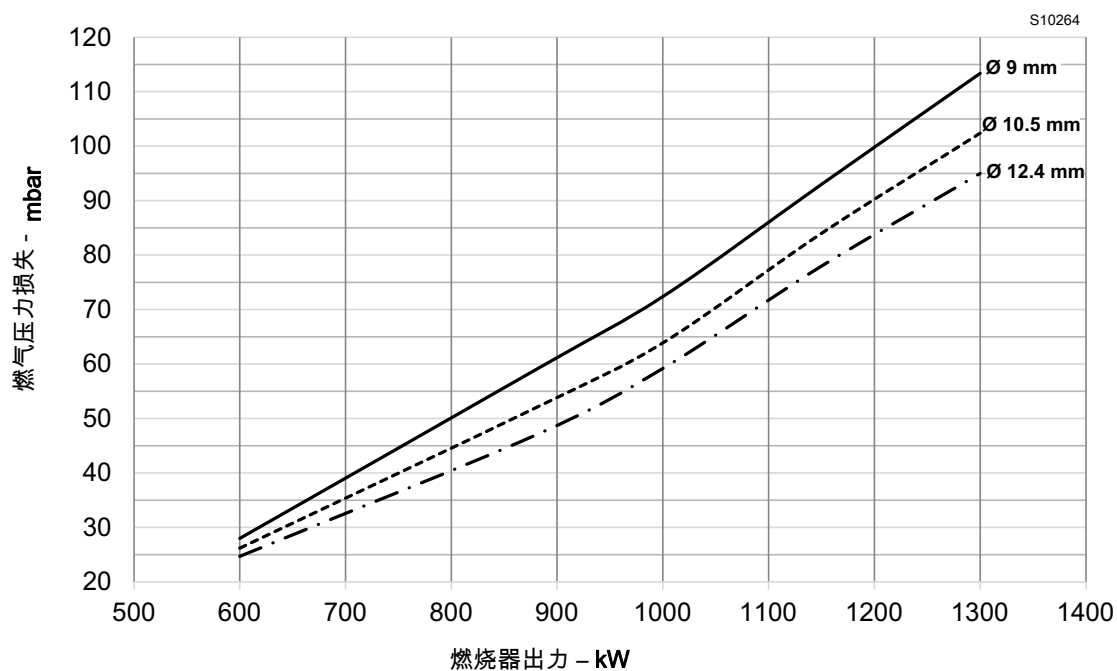
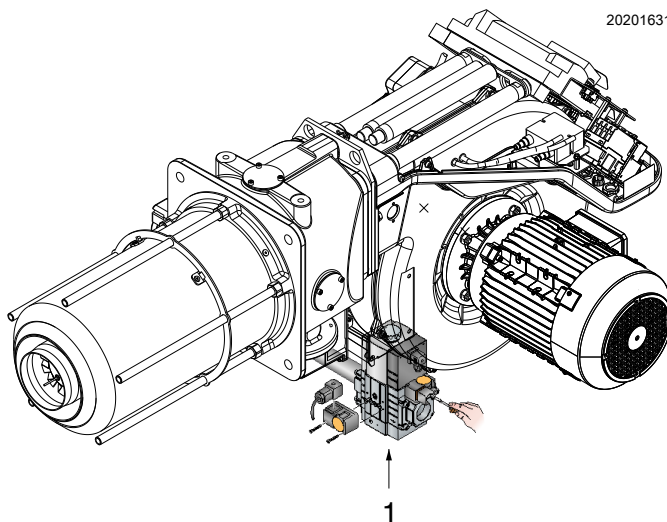

图 26
图 30
- 输入 mbar 刻度 (G20 见图 26)，并在虚线上读取相应的出力。
工厂设定中央燃气 (图 26 第 27 页) 时，测试点 P1 的燃气压力 = 40 mbar
- 安装一个 U 型压力表或微压表 (图 30)，插座的 (+) 端连接到多歧管的燃气压力测试接口上，(-) 端连接到炉膛内。根据图 24 和图 26 on page 27，使用压力表读数计算燃烧器的最大出力。
参考数值一般可在图 24 on page 25 和图 26 第 27 页中查到，在 U 型压力表上读出燃气压力 (见图 30 第 30 页)，并按手册说明进行操作。